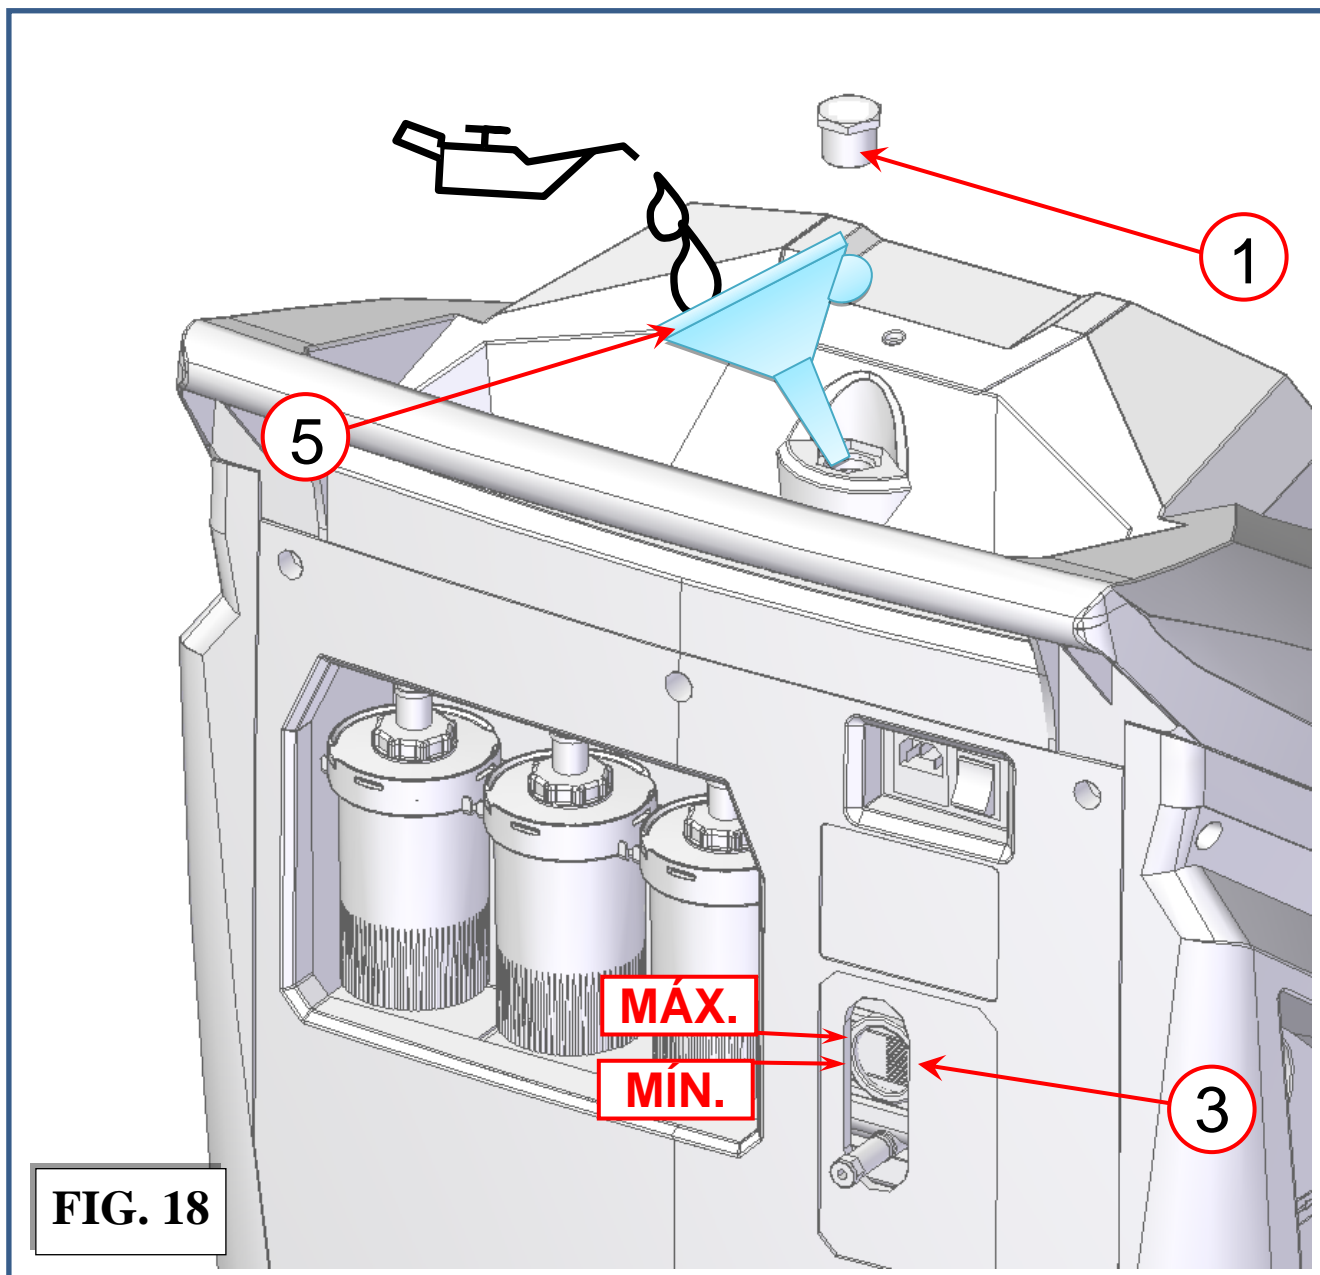

FIG. 18
Localize a tampa de enchimento (ref. 1, Fig. 18) e aparafuse-a completamente.
O óleo deve ser adicionado através do orifício na qual a tampa de óleo foi alojada utilizando um funil adequado (ref. 5, Fig. 18).
Adicione pouco óleo de cada vez, esperando que o nível suba antes de cada adição sucessiva, até que o nível de óleo esteja a cerca de $\frac{1}{2}$ cm acima da marca vermelha no indicador (ref. 3, Fig. 18).
Substitua a tampa de enchimento (ref. 1, Fig. 18) e aperte-a.